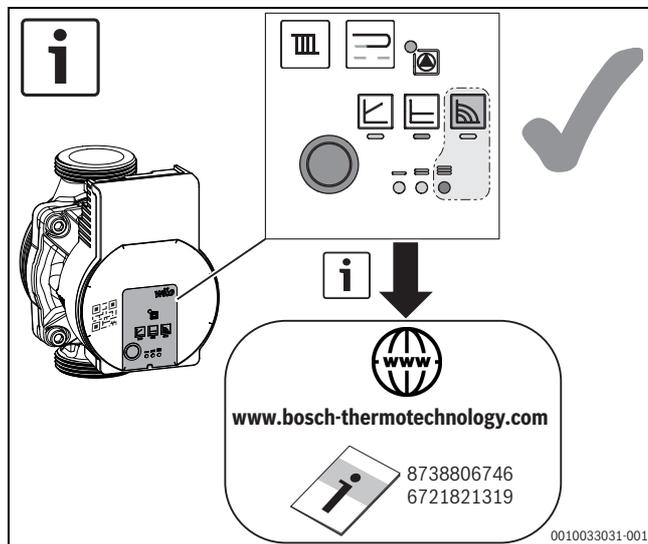

Fig. 16 Impostazione della pompa (esempio)
- ▶ Impostare la pompa sul livello 3 (→Fig. 16).
- ▶ Impostare la pompa sul livello 3 (→ Fig. 16).